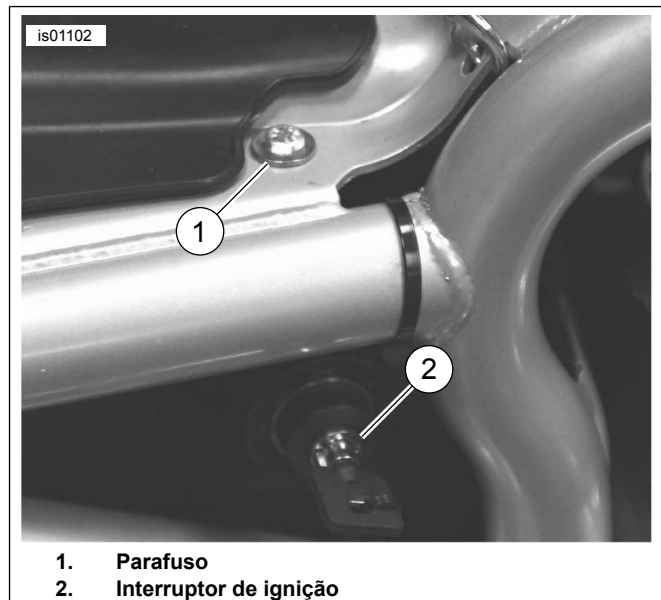

Figura 6. Ligação de terra (Modelos V-Rod ano 2006 e anteriores)
1. Consulte Figura 6. Retire o parafuso (1, por baixo do assento) que fixa o interruptor da ignição (2) ao lado direito do quadro.